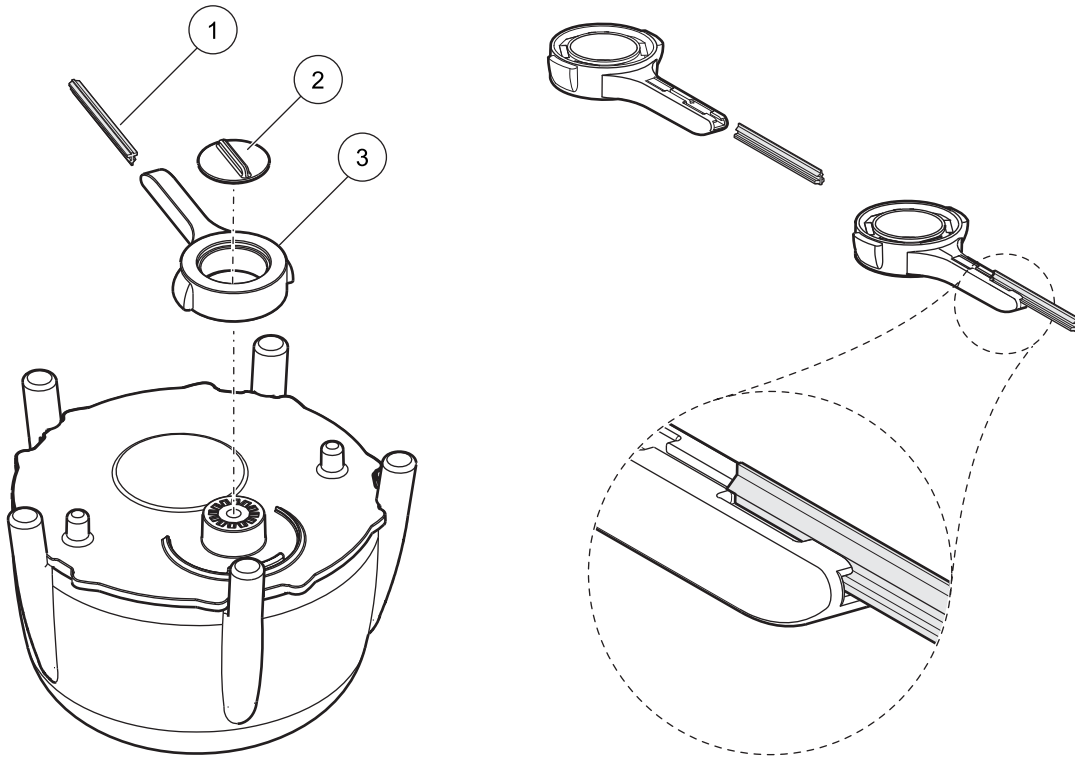

Abbildung 12 Wischereinheit
Der Wischerarm (siehe Position 3 in der Abbildung 12) fährt zum Wischerwechsel in eine Mittelstellung.
2. Entfernen Sie die Führungsschraube (siehe Position 2 in der Abbildung 12) und nehmen Sie den Wischerarm ab.
3. Ziehen Sie das Wischerprofil (siehe Position 1 in der Abbildung 12) nach vorn aus dem Wischerarm.